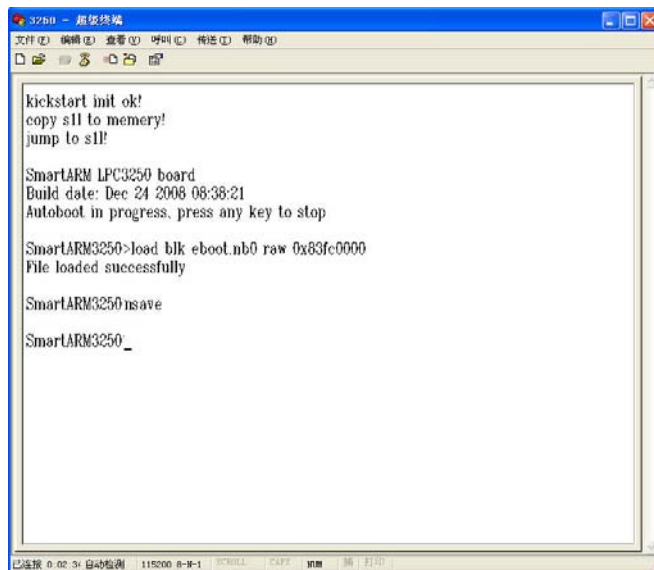

图 3.3 将 eboot.nb0 写入 NAND Flash
3. 在超级终端中输入命令：nsave，回车。将 eboot.nb0 写入 NAND Flash，如图 3.3 所示。